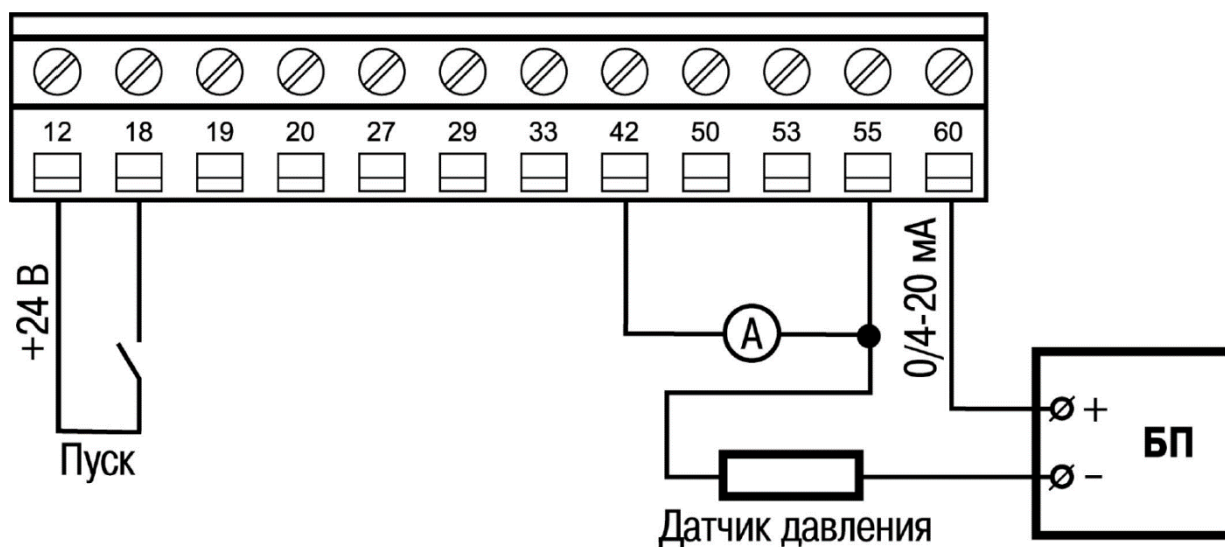

Рисунок 3. Схема подключения датчика давления к ПЧВ и использованием внешнего источника питания.
- С использованием внешнего источника питания ( Рис. 3).